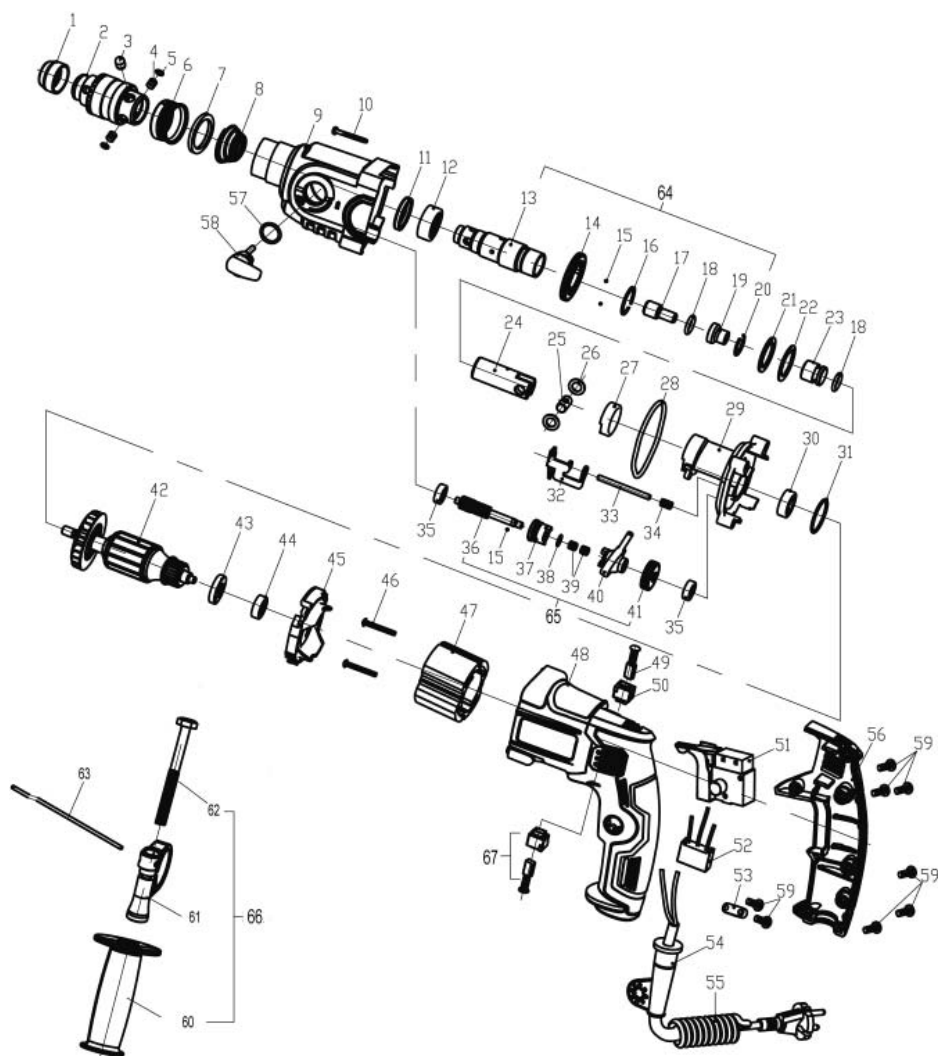

Рис. 1
3.1. Комплектность перфоратора представлена на Рис.1.